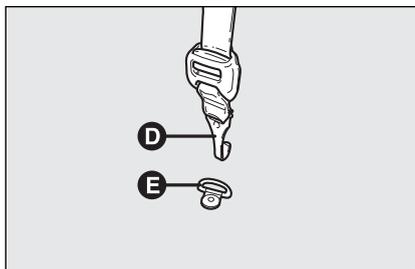

fig. 18
- pour les sièges-enfant en position dans le sens de la marche, boucler la sangle supérieure **D-fig. 18** (prévue dans la poche supérieure du siège-enfant) à l'agrafe **E** placée dans le coffre à bagages;